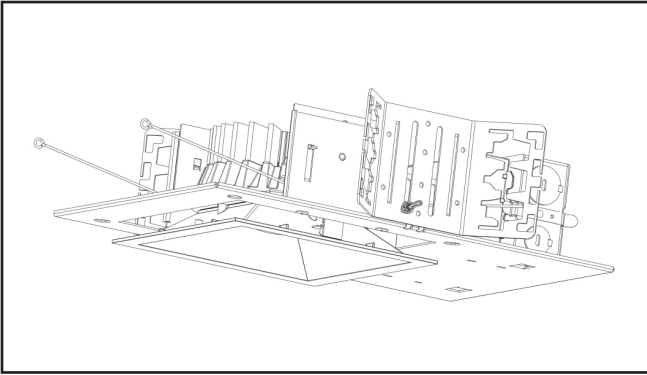

Figure 6
5. Tournez les attaches latérales (3) en place pour fixer l'assemblage de la garniture au moteur lumineux à DEL en toute sécurité (Figure 6)
1. Retirez l'assemblage de la garniture du boîtier (Figure 6).